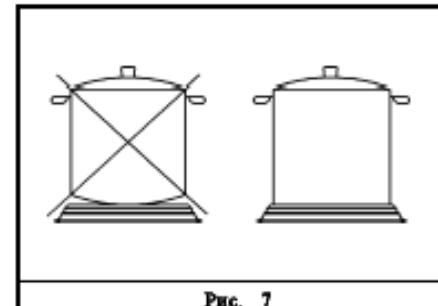

Рис. 7
- *Следует использовать кастрюли с плоским и толстым дном (см. рис. 7).*